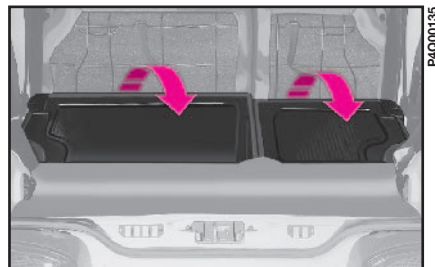

fig. 71
- levante el respaldo **fig. 71** y empujelo hacia atrás hasta que oiga el “clic de bloqueo” del mecanismo de enganche, colocando los cinturones de seguridad en la parte anterior del respaldo;